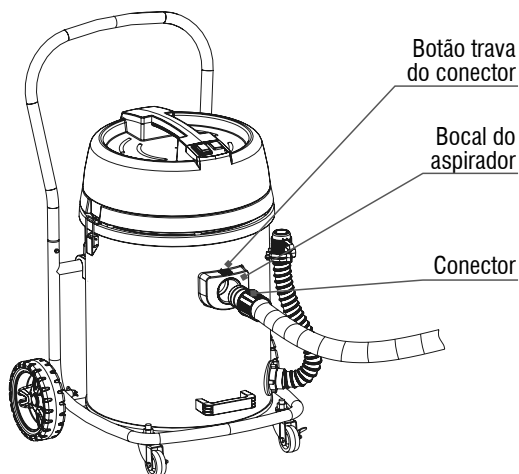

Fig. 7 – Conectando a mangueira no aspirador
- Encaixe o conector da mangueira no bocal do aspirador, conforme mostra a Fig. 7.